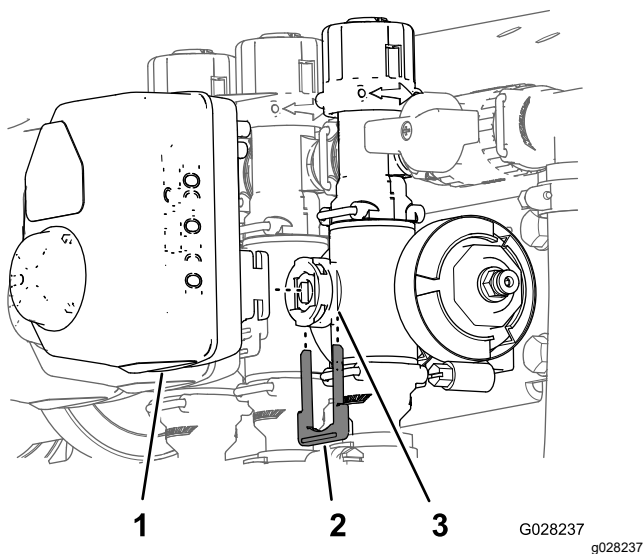

Figura 66
3. Rimuovete il fermo che fissa l'attuatore alla valvola del collettore per la valvola di controllo del volume, dell'agitatore, della sezione principale o della sezione (Figura 66).